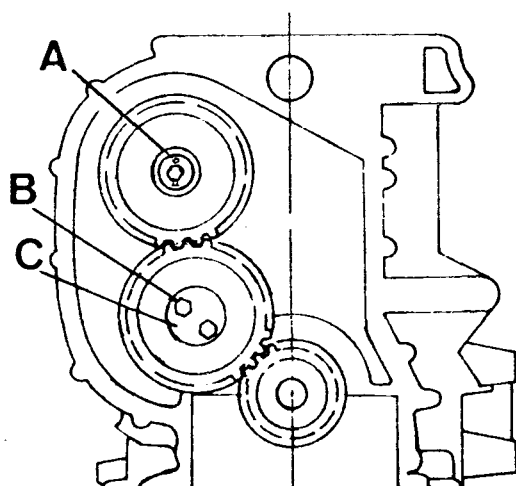

Fig. A1-86 Desmontaje de los engranajes de la distribución
- 1.10. Desmontar el tornillo, la arandela de retención y el frenillo, A (Fig. A1-86) y la placa, C, de fijación engranaje de enlace.
- 1.14. Desmontar el engranaje, D (Fig. A1-86) del cigueñal haciendo uso del útil, 192056.
- 2.4. Instalar la arandela de tope, chapa de freno y tornillo, A (Fig. A1-86) de fijación del engranaje, aproximando este último sin darle aún su par de - - apriete para evitar que el árbol de levas pueda variar de posición.
- 2.8. Montar la placa de retención, C (Fig. A1-86) con su canto biselado hacia el exterior y fijada por sus tornillos, B, a una tensión de 4.25 kgm.. Medir el juego longitudinal del engranaje. Dicho juego deberá estar comprendido entre 0,10 mm. y 0,28 mm.
- 2.9. Apretar definitivamente el tornillo, A (Fig. A1-86) de fijación engranaje árbol de levas, a una tensión de 2,25 á 2,75 kgm. (para tornillos M.10).